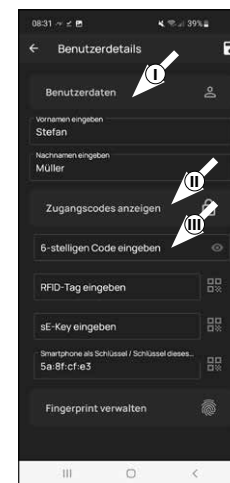

Fig. 3
- ! **Nota:** in questa sezione è possibile generare i supporti di apertura desiderati (ad es. codice utente o impronta digitale) per l'utente (II) (Fig. 3). Per il profilo utente del primo utente è stata automaticamente generata l'apertura della serratura tramite smartphone.
- 4 Inserire in "*6-stelligen Code eingeben*" un codice utente a scelta di 6 cifre (III) (Fig. 3)